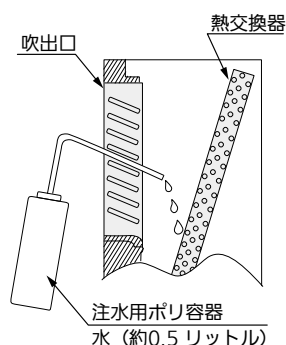

図 12
- 注水は必ず吹出口右側より注水用ポリ容器を挿入し、熱交換器のフィンに向かって排水確認用の水 (約 0.5 リットル) を少しずつ入れてください。(図 12)